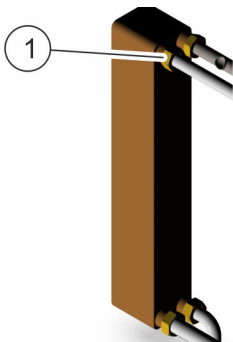

Abb. 29: Verschraubungen lösen
3. ➔ Um den Wärmetauscher zu lösen, mit einem Rollgabelschlüssel 4 Verschraubungen (Abb. 29/1) lösen.
6. ➔ Um den neuen Wärmetauscher festzuschrauben, 4 Verschraubungen (Abb. 29/1) anziehen.